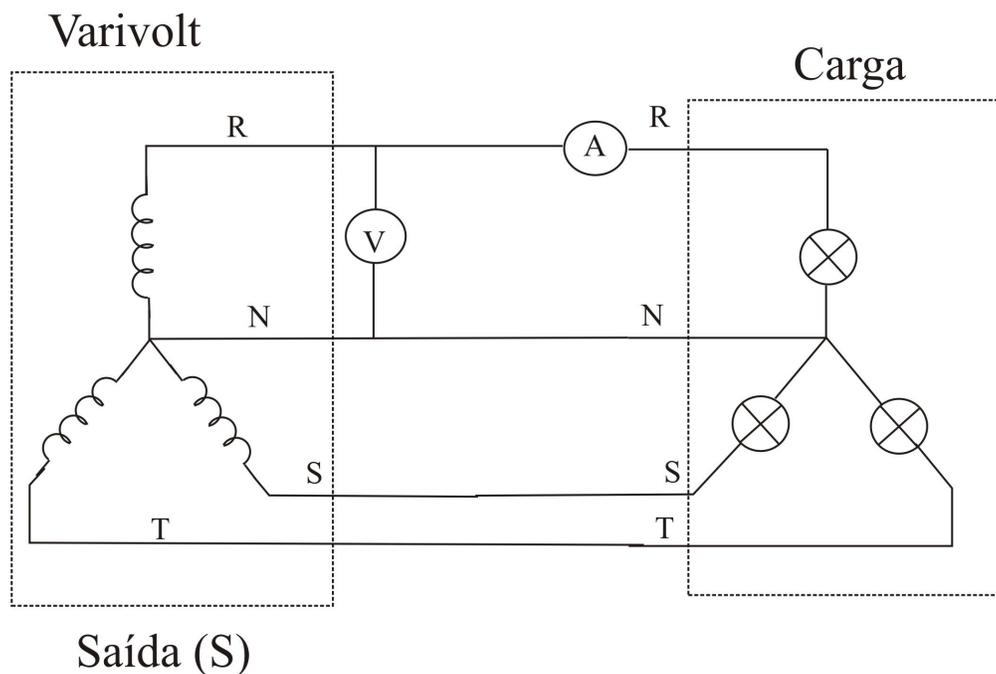

Fig. 2: Carga em Y.
1. Com o varivolt desligado da bancada e com o cursor no zero, conecte três lâmpadas de 40W em Y tal como mostrado na Fig. 2, e esse conjunto aos terminais da saída do varivolt. Conecte o amperímetro digital numa das fases da conexão e o voltímetro entre as fases R e N.